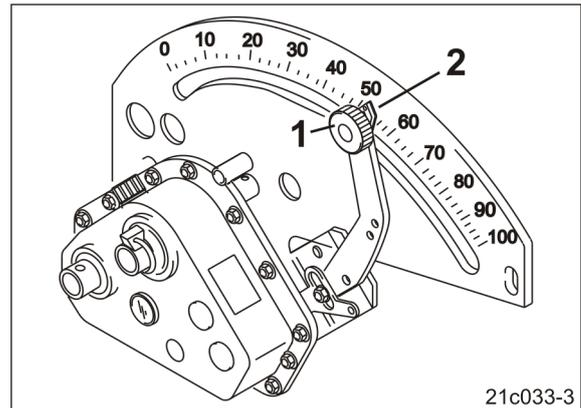

Fig. 210
4. Den Zeiger (Fig. 210/2) des Getriebehebels auf den Getriebe-Einstellwert 100 stellen.
5. Den Arretierknopf (Fig. 210/1) festziehen.